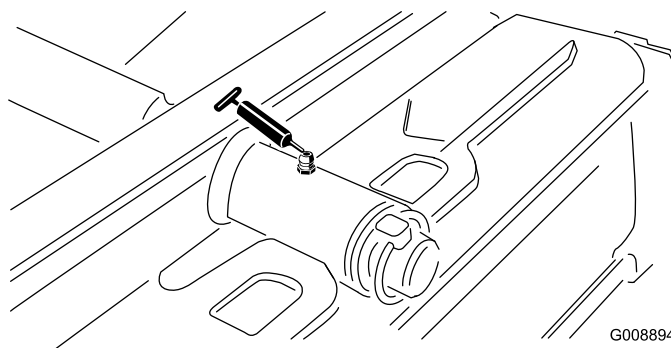

Figure 47
- Pivot de plateau de coupe arrière (Figure 47)